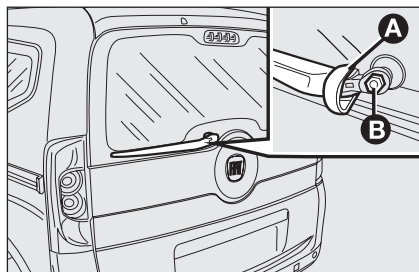

fig. 11
- ☐ levantar el revestimiento **A**-fig. 11 y desmontar el brazo del coche, aflojando la tuerca **B** que lo fija al perno de rotación;